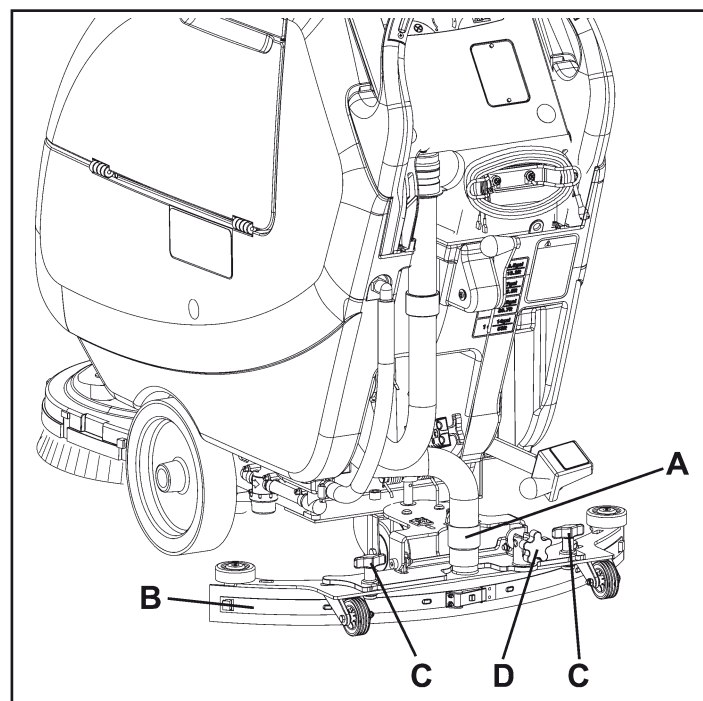

Figure 27
4. Connecter le tuyau d'aspiration (A, Fig. 27) à l'embouchure.
5. Reposer l'embouchure (B) et serrer les boutons (C).
6. Si besoin est, régler le bouton de réglage (D) de l'équilibrage de l'embouchure.